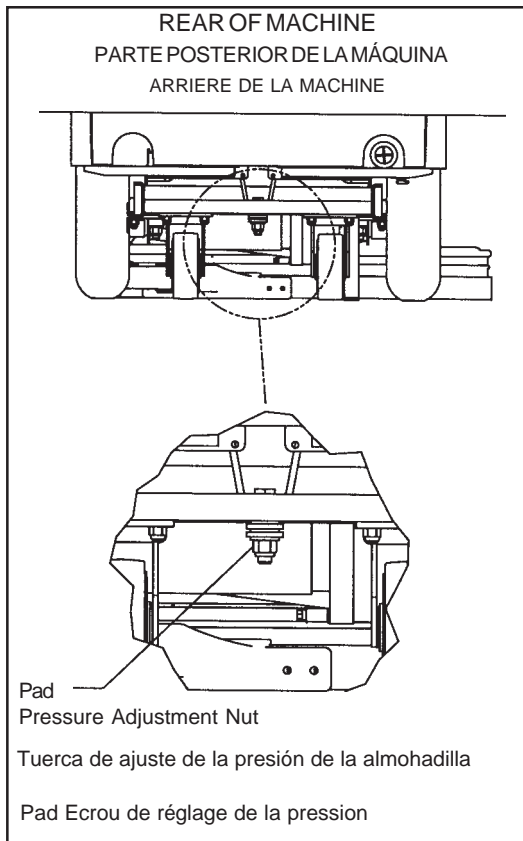

Figure 9
1. Locate the pad pressure adjustment nut located underneath the machine between the rear casters. See figure 9.
1. Localisez l'écrou de réglage de la pression du disque situé sous la machine entre les deux roulettes arrière. Cf. figure 9.